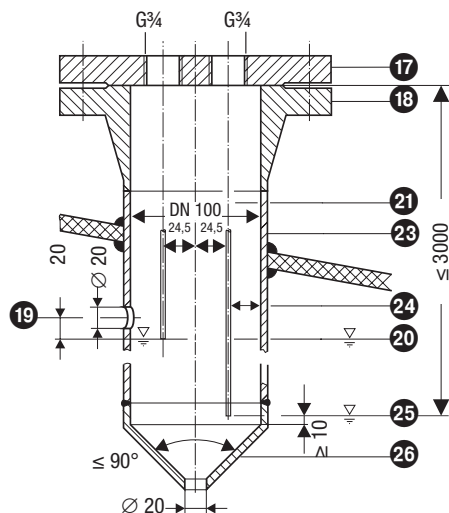

Fig. 17 Beschermbuis (lokaal) bij toepassing als inwendige waterstandbegrenzer gecombineerd met waterstandregeling of laag waterstandbegrenzer
- Een niveauelektrode NRG 1...-50 kan met een GESTRA-niveauelektrode, een niveauschakelaar of -transmitter voor de waterpeilregeling of laag waterstandbegrenzer in een gemeenschappelijke beschermhuis resp. meetvat worden ingebouwd (binnendiameter 100 mm). **Fig. 17.** Daarbij moet bij inwendige inbouw de NRG 1...-50 op minimaal 40 mm afstand van het bovenste compensatiegat liggen.